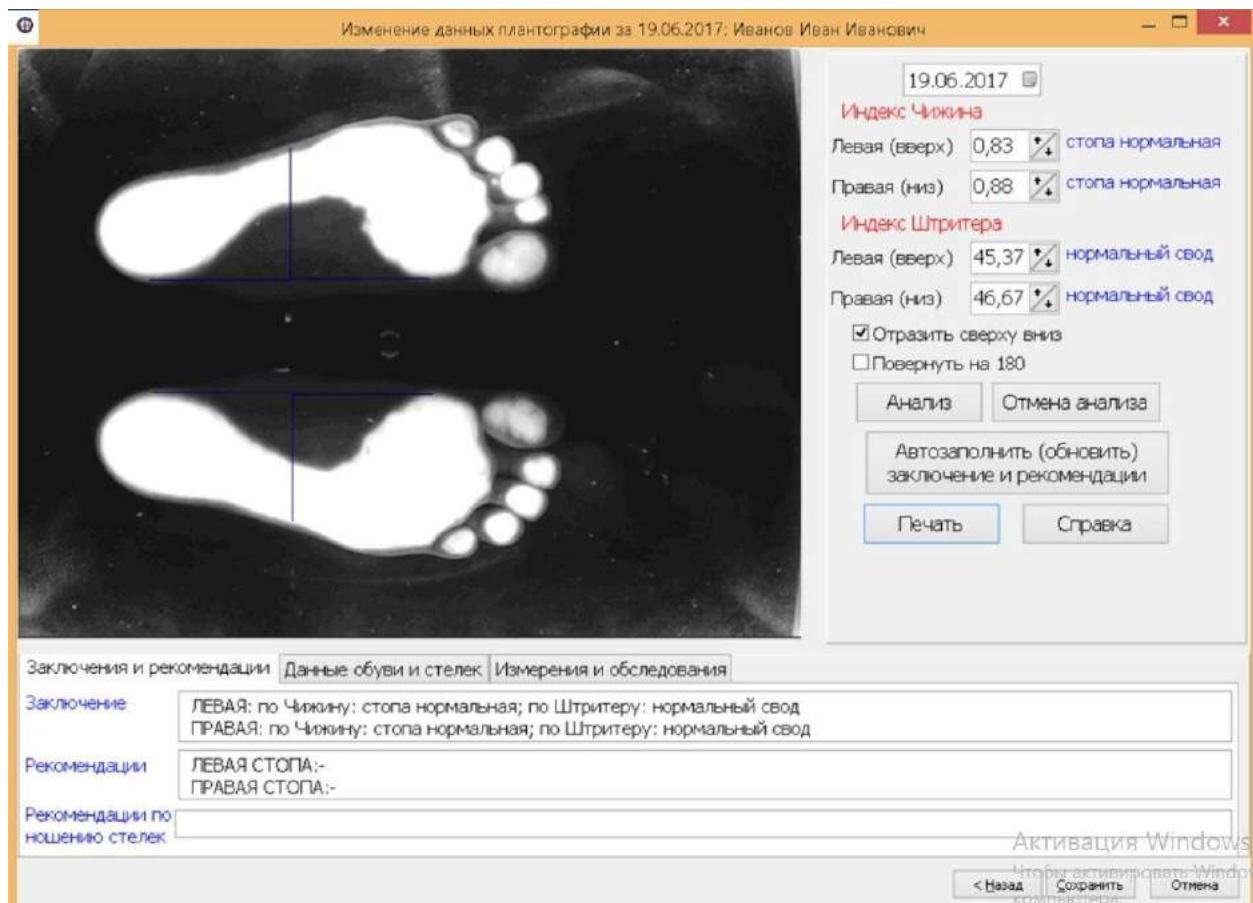

Рисунок 2. диалоговое окно снятия и анализа плантограммы.
➤ встать в центре площадки плантографа вдоль его длинной стороны (с равномерным упором на обе стопы – см. рисунок 2). **Примечание:** на экране монитора стопы должны отобразиться полностью (**на отображении правая нога должна быть вверху, пятки справа**). Если пятка слева сделать выбор в
### Описание кнопок (см. рисунок 2):
4.3 В диалоге по съемке и анализа плантограммы (см. Рисунок 2) имеется возможность калибровки экранной линейки.